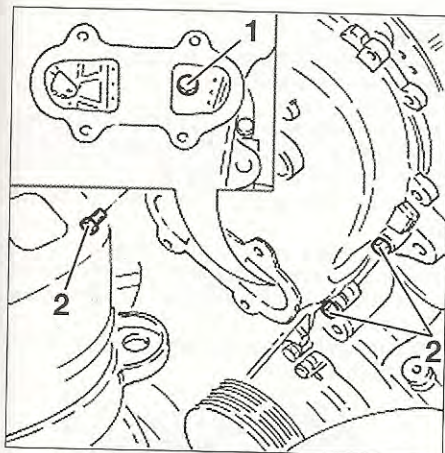

FIG. 22
- los 3 tornillos superiores (2) del cárter de distribución en la culata (fig. 22).
- el tornillo (1) del patín fijo de cadena de distribución desde la trampilla de inspección.